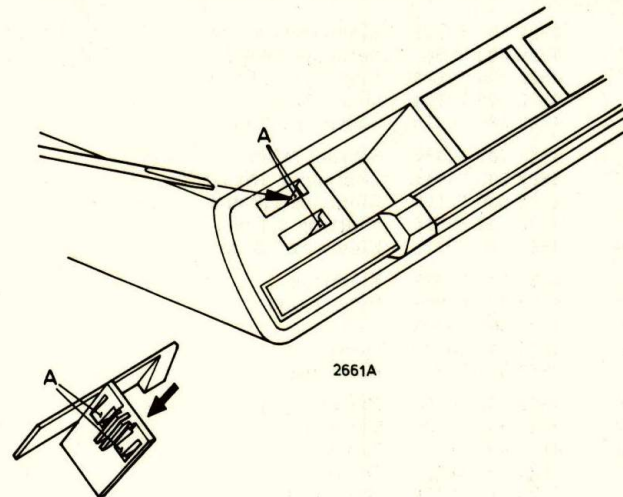

Fig. 4
- Druk met een schroevendraaier de lippen A naar binnen en neem pos.141 samen met 142 weg (fig. 4).